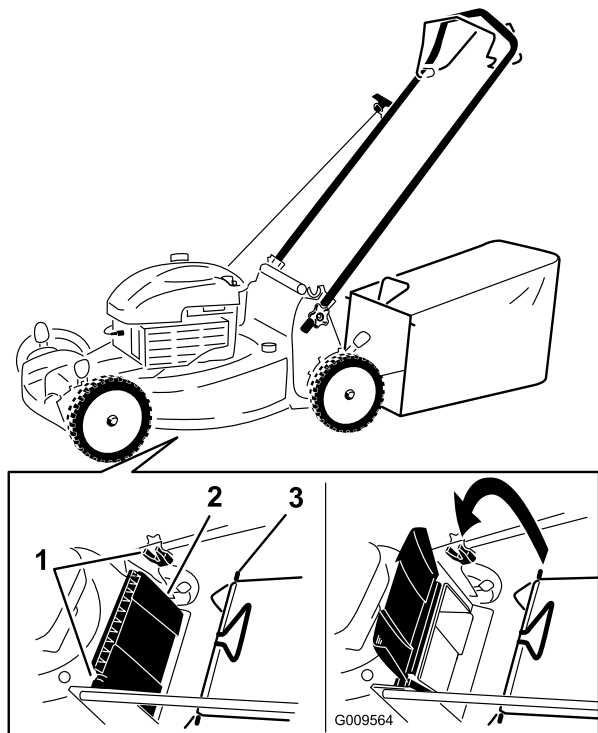

Figura 18
1. Sollevate il deflettore posteriore e tenetelo sollevato (Figura 18).
2. Montate il cesto di raccolta, accertandovi che i suoi perni siano inseriti nelle tacche presenti sulla stegola (Figura 18).